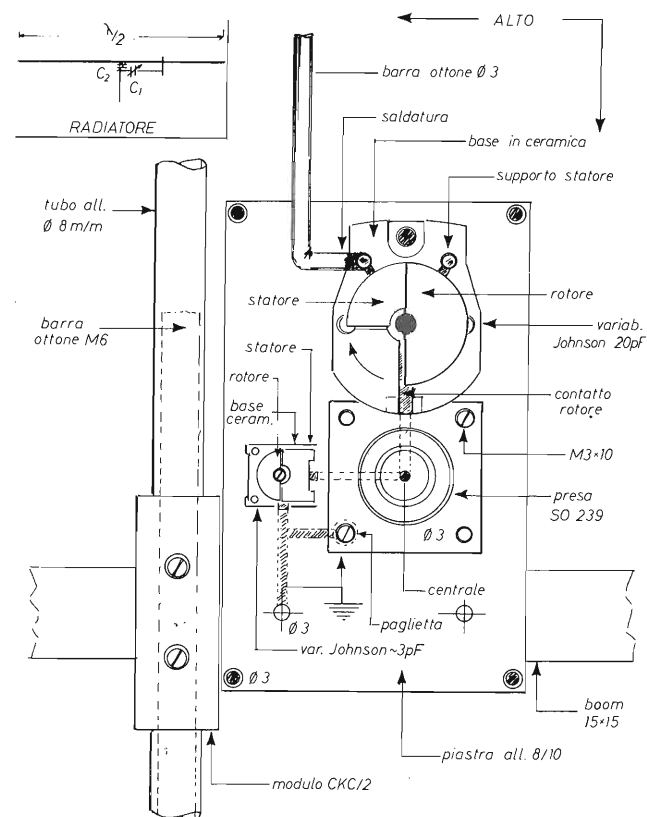
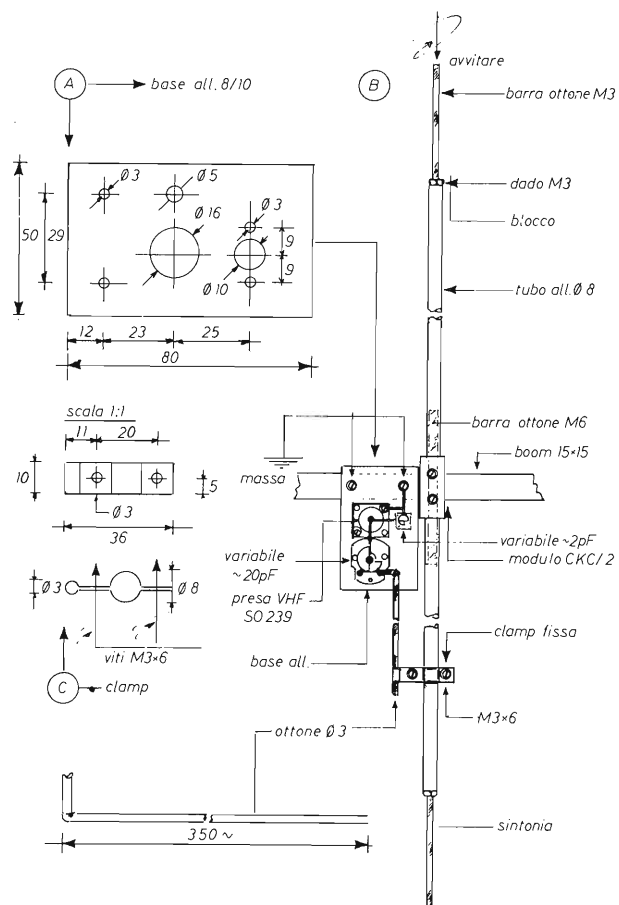

figura 2 - Schema di assemblaggio.
figura 3 - Modulo assemblato.
Tracciare il piano di foratura seguendo lo schema della figura 3/A. Fare molta attenzione alla precisione dei fori, particolarmente a quelli per il condensatore variabile C1 ( $\varnothing 3$ ,  $\varnothing 12$ ,  $\varnothing 3$ ).
Il procedimento è indicato nella figura 3/C.
Una volta in possesso di tutte le parti componenti, compresa la barretta di ottone  $\varnothing 3$  mm, tagliata a conveniente misura, — vedi figura 3/B — si può procedere all'assemblaggio.
**e)** Inserire la clamp di cortocircuito elettrico e bloccarla in posizione con viti e dadi M3. Il modello assemblato si deve presentare come nella figura 3/B, con vista dall'alto. Per i dettagli sui collegamenti elettrici, osservare la figura 2 in scala volutamente ingrandita.